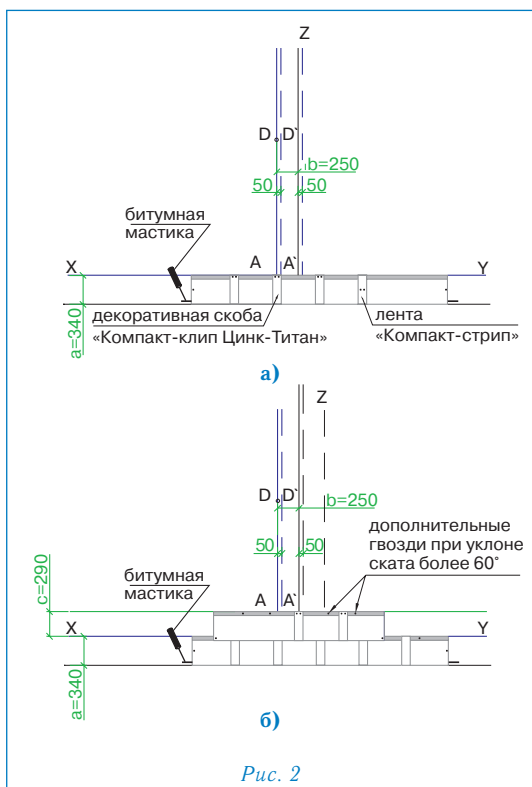

Рис. 2
Укладка материала (рис. 2)
- листы второго ряда черепицы укладываются от линии Z, их нижний край выравнивается по линии, параллельной XY; каждый лист фиксируется двумя гвоздями в 2,5 см от нижней стороны; стыки и середина каждого листа закрываются декоративными скобами «Компакт-клип Цинк-Титан», которые также фиксируются двумя гвоздями (рис. 2б);
Каждый лист ПРЕСТИЖ КОМПАКТ МИНИ ЦИНК-ТИТАН закрепляется шестью гвоздями, в соответствии с рекомендациями, приведенными выше (рис. 2б).
При укладке материала на скатах с уклоном более 60° каждый лист дополнительно фиксируется двумя гвоздями в верхней части (рис. 2б).